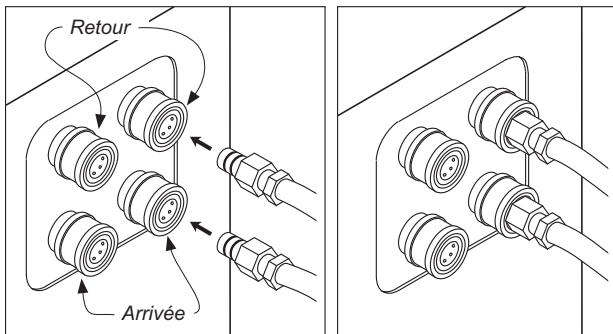

Figure 5 – Connecteurs à désaccouplement rapide
1. Attacher un raccord de désaccouplement rapide à l'orifice **supérieur** de la machine et un autre à l'orifice **inférieur** (fig. 5, p. 7). Pousser chaque collier de retenue vers le boîtier et insérer fermement le raccord à désaccouplement rapide. Tout en tenant le raccord, laisser le collier de retenue s'enclencher et se mettre en place. Vérifier que le raccord soit complètement enclenché en tirant fermement sur le tuyau.